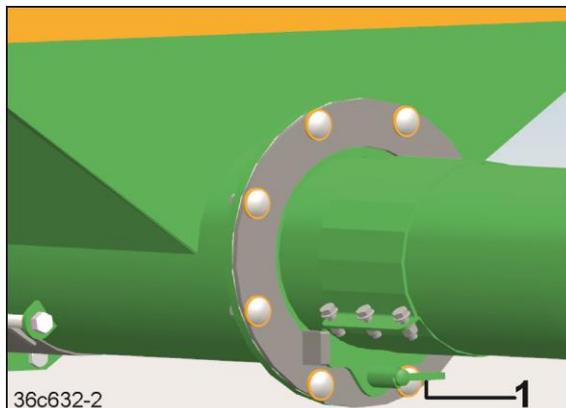

Fig. 389
11. Den Flügelbolzen (Fig. 389/1) soweit verdrehen, bis der Einfülltrichter arretiert ist.